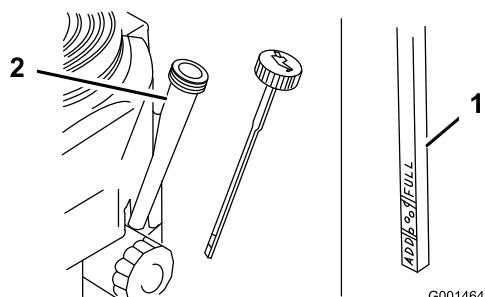

Figura 31
4. Limpie alrededor de la varilla de aceite (Figura 31) para impedir que caiga suciedad por el orificio de llenado y cause daños en el motor.
5. Desenrosque la varilla de aceite y límpie el extremo (Figura 31).
6. Deslice la varilla a fondo en el tubo de llenado, pero no la enrosque en el tubo (Figura 31).
9. Vierta lentamente un 80% aproximadamente de la cantidad especificada de aceite por el tubo de llenado (Figura 31).